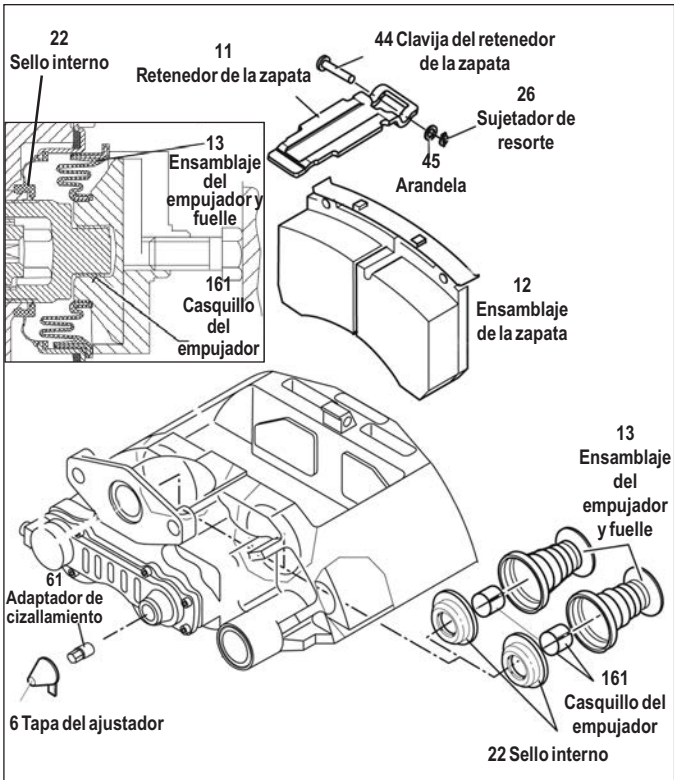

FIGURA 46 - VISTAS AMPLIADAS Y TRANSVERSALES DE ADB
- 5.4.5 Reinstalación. Antes de instalar la cámara de los frenos, la brida del activador (Consulte la figura 46, flecha "C") se debe limpiar e inspeccionar. Consulte el manual del vehículo. La taza esférica en la palanca (19) se debe engrasar con grasa blanca (número de pieza II14525 o K021964). Engrase la junta de caucho en la cámara.